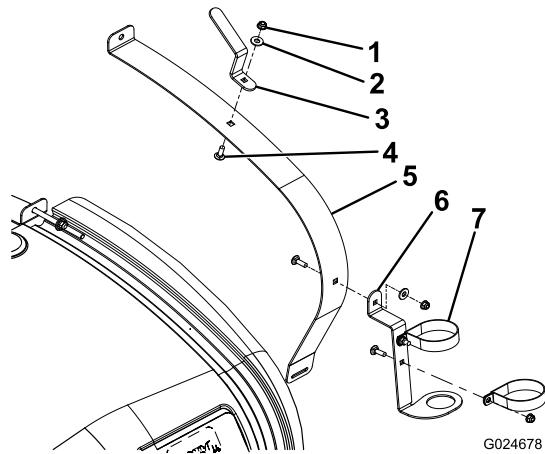
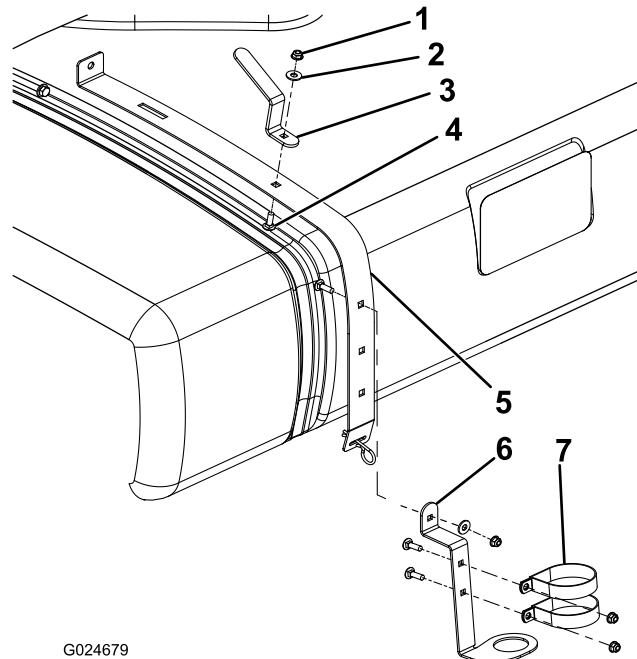

Figura 1
Figura 2
- No Multi Pro 1750, solte a correia frontal, do lado direito (Figura 1).
- No Multi Pro WM, solte a correia traseira, do lado direito (Figura 2).
3. Instale o suporte da pistola de pulverização como se mostra em Figura 1 ou Figura 2 utilizando um parafuso de carroçaria, anilha chata e porca de cabeça de flange.
4. Instale o gancho do tubo como se mostra em Figura 1 ou Figura 2 utilizando um parafuso de carroçaria, anilha chata e porca de cabeça de flange.